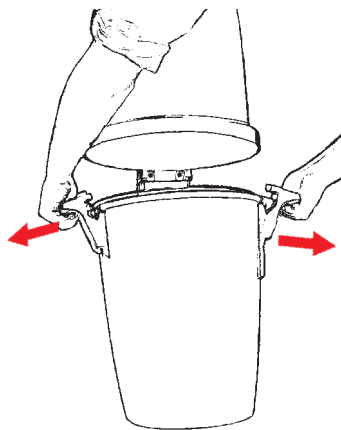

Fig. 20
2. Løsne begge håndtakene som holder støvbeholderen. Løsne dem ved å dra håndtakene ut fra beholderen, Fig. 20.